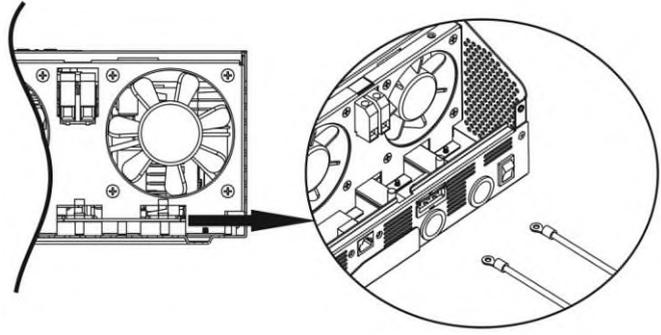

Abb. 5-13 Lage der Akkubankanschlüsse.
- Führen Sie die konfektionierten Leitungsenden jeweils durch die entsprechende Bodenöffnung und schrauben diese gemäß der Polarität an den Akkubankanschlüssen (Abb. 5-13) an. Das aufzubringende Drehmoment beträgt dabei 2-3 Nm.